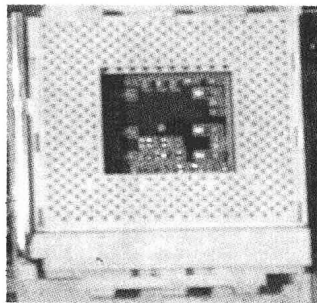

图 1-6 Socket462 接口
(5) SocketA 接口也称 Socket462 接口, 是 AMD 公司 Athlon XP 和 Duron 处理器的插座标准。SocketA 接口具有 462 插针, 如图 1-6 所示。可以支持 133MHz 外频 AthlonXP、Athlon 和 Duron 系列 CPU。